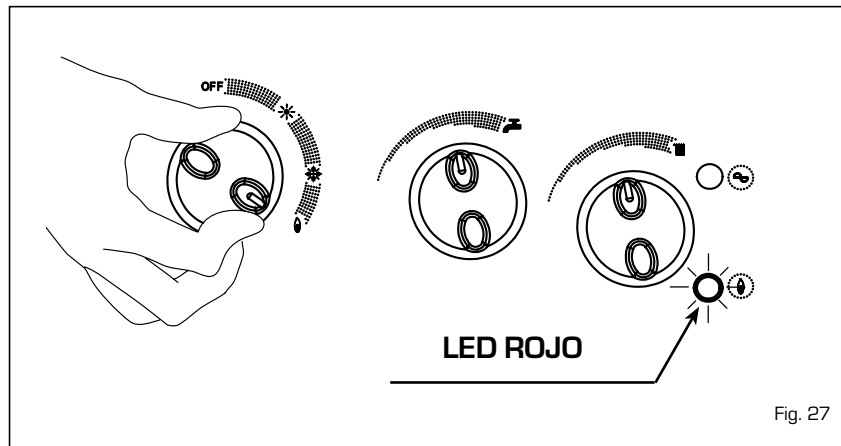

Fig. 27
- Bloqueo del encendido/intervención termóstatos de seguridad y humos (fig. 27)
- Falta circulación agua (fig. 27/a)